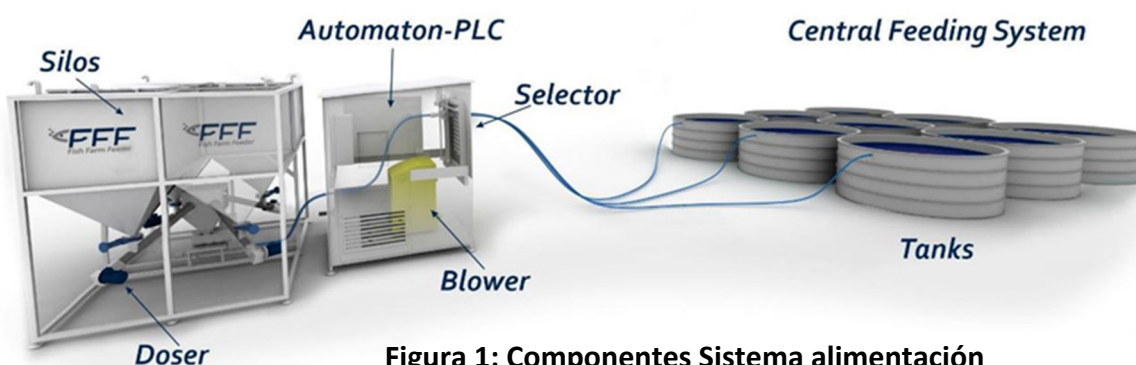

Figura 1: Componentes Sistema alimentación
Figura 1: Los parámetros de calidad del agua no solo son importantes en RAS sino también durante el transporte de peces vivos. Aquí, las truchas arco iris se transportan desde los sistemas de producción terrestres hasta el mar para su engorde. La captura de las unidades de producción (A) y la transferencia mediante una bomba de pescado a un camión de transporte (B) impone demandas fisiológicas a los peces, y los peces se transportan típicamente a altas densidades. Durante el transporte, los peces excretan nitrógeno amoniacal y dióxido de carbono al agua, lo que puede afectar su recuperación tras su transferencia a jaulas marinas (C).